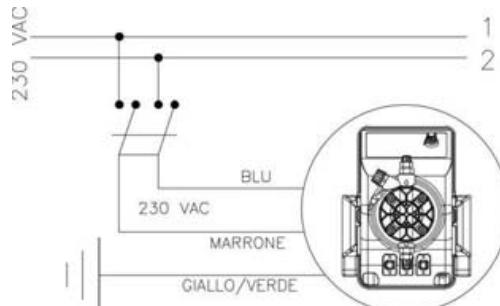

Fig. 4
1. **Assicurarsi che la stessa sia disattivata elettricamente (entrambe le polarità) staccando i conduttori dai punti di contatto della rete attraverso l'apertura dell'interruttore onnipolare con distanza minima tra i contatti di mm 3 (Fig. 4).**
1. Assicurarsi che la stessa sia disattivata elettricamente (entrambe le polarità) staccando i conduttori dai punti di contatto della rete attraverso l'apertura dell'interruttore onnipolare con distanza minima tra i contatti di mm 3 (Fig. 4).
b.- Rispettare le norme in vigore nei diversi paesi per quanto riguarda l'installazione elettrica (Fig. 4).